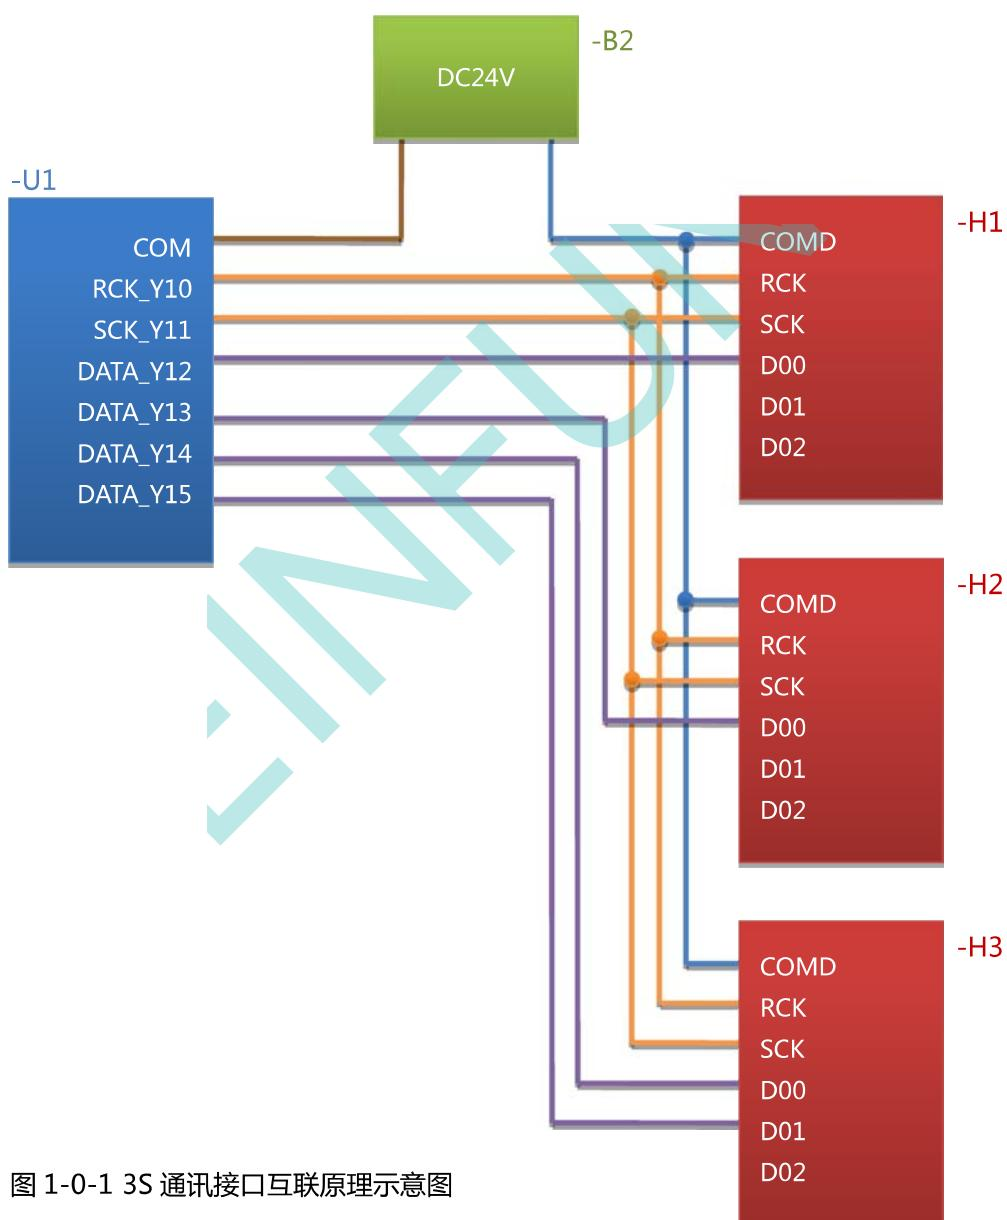

图 1-0-1 3S 通讯接口互联原理示意图
3S 通讯技术是指将 PLC 程序中任意指定的操作数如定时器、计数器、内部变量数据和常量数据，通过 PLC 直流固态输出点组成的 3S 通讯接口串行传送至带有 3S 通讯接口的外部设备上，使这些设备对接收到的数据进行进一步的处理，如图 1-0-1 所示。这项技术由任志兵于 1995 年发明研制，在当年申请并实施了实用新型专利：ZL95226265.7。在图 1-0-1 中：
任选 PLC-U1 三个晶体管输出点作为最基本的 3S 通讯接口，如图 1-0-1 中所示的 Y10、Y11 和 Y12 点：
在最基本的连接基础上只需增加数据输出口 Y13、Y14、Y15……，各个数据通道在时钟的驱动下同时向外部设备的数据输入端 D00、D01、D02……传送数据，每个通道每帧传送一个字（16Bits）的数据码。这样能够保证传送速度不变。如图 1-0-1 中，-H3 外设需要接收双整数据（32Bits），PLC-U1 需要两个数据输出口，一个传送双整数的低字，另一个传送双整数的高字。
- ❖ 3S 通讯线路电源就是图 1-0-1 中的-B2 电源，DC24V。它与各设备的 COM/COMD 的连接方向取决于 PLC-U1 的 DO 晶体管/场效应管的有效电流方向：